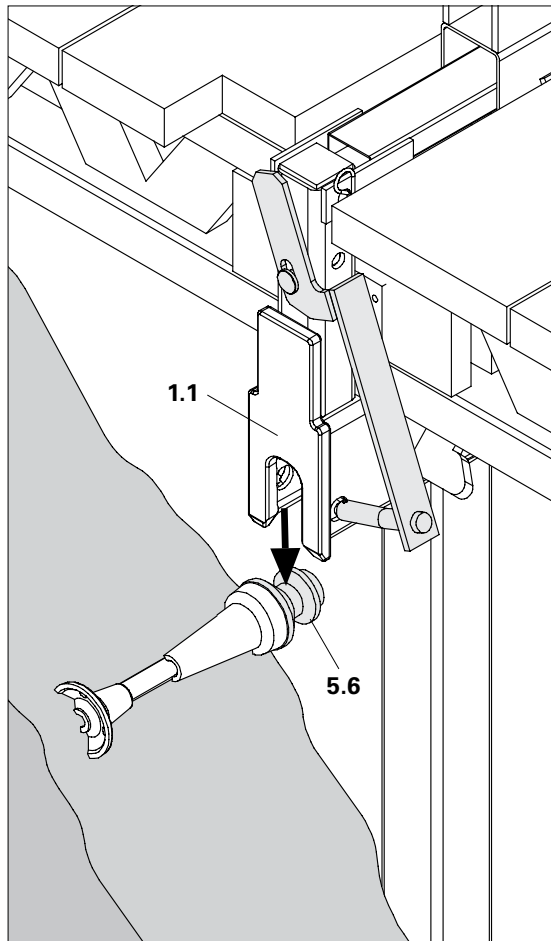

Fig. B1.22
8. Sollevare la piattaforma e scavalcare i rocchetti di sospensione. (Fig. B1.22)